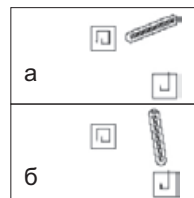

Рис. 4
2. Переходной фланец (см. рис. 4).